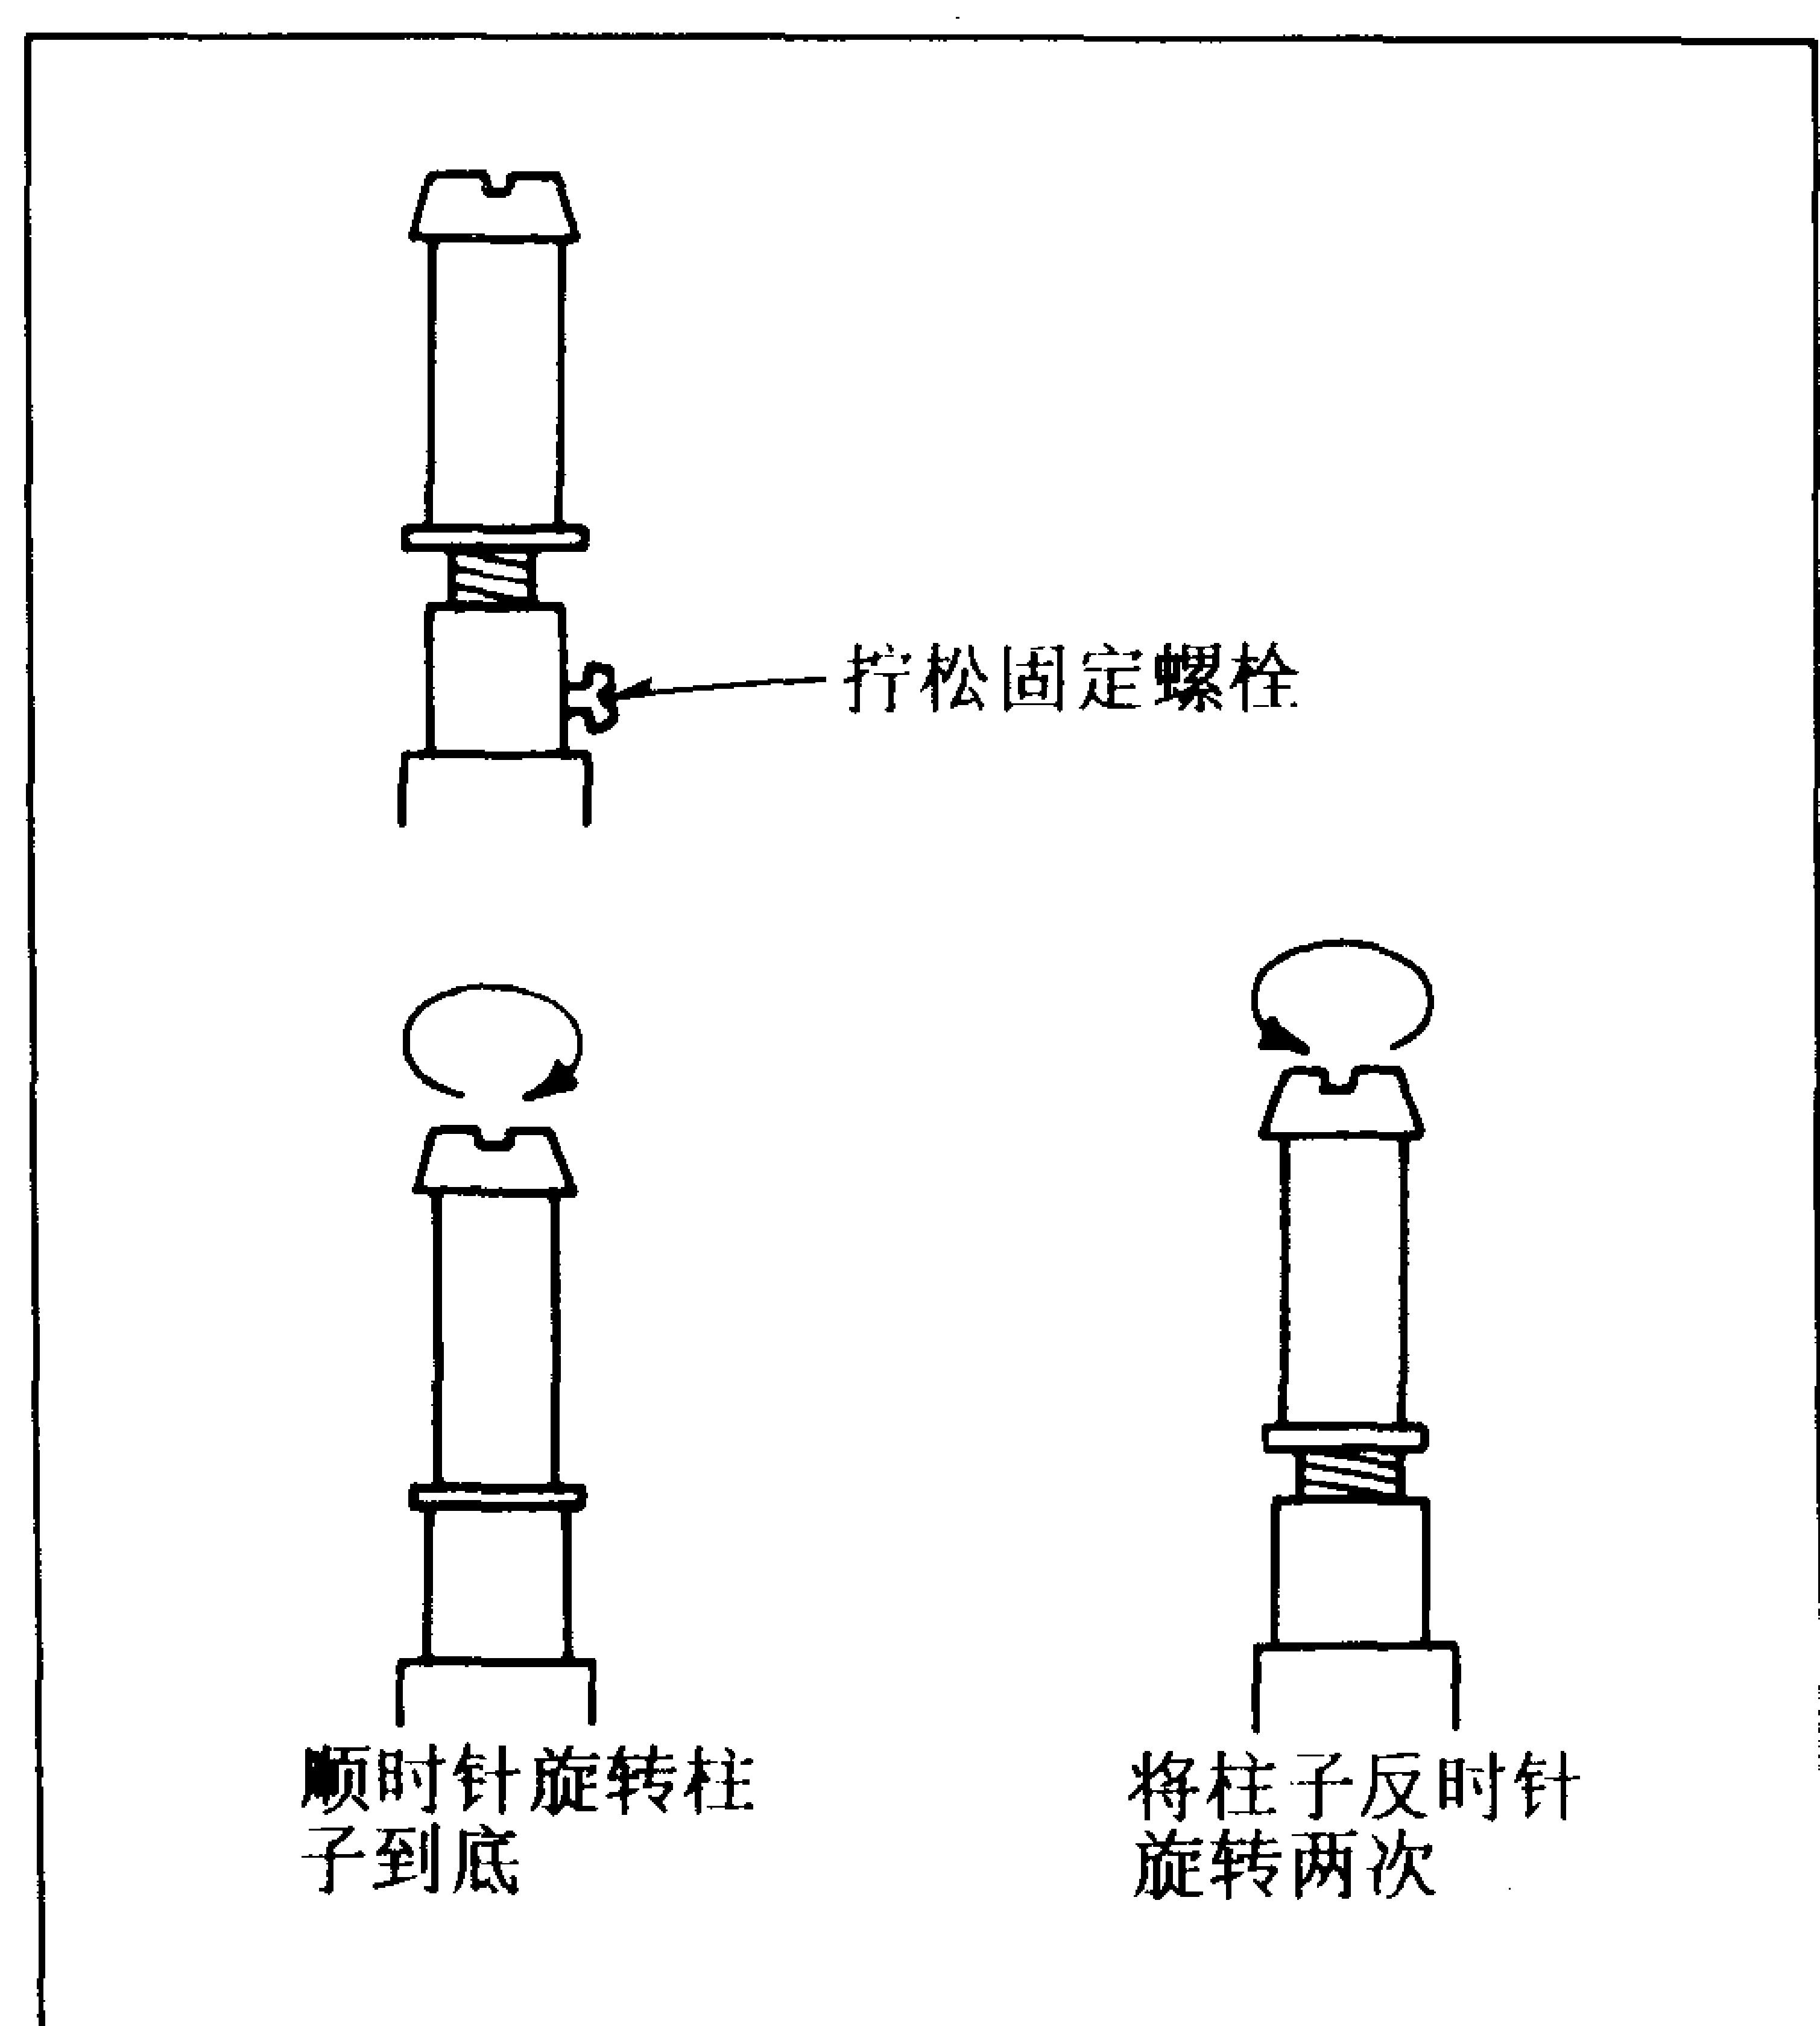

图M3
3. 如果张力超出规格范围，则请按图M3所示，变更所用的弹簧凹口。